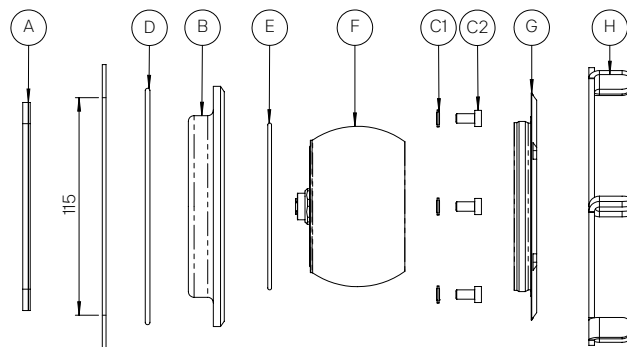

Figure 8
1. Questa variante si addice al meglio per il retrofit: eseguire un taglio nella lamiera di $\varnothing 115\text{mm}$ (fig. 8). Gli attrezzi necessari allo scopo possono essere noleggiati, se Rotoclear o un distributore certificato presente nel vostro paese offrono questo servizio. Passare la controflangia del supporto (A) attraverso il taglio e fissarla tramite il magnete in dotazione sul lato posteriore della parete. Allineare gli spigoli della controflangia con i bordi del taglio. Inserire con cura frontalmente la mascherina (B), facendo attenzione con la controflangia non cada. Fissarla in sede con le viti M5 con rondelle-Usit M5 (C1 e C2). Assicurarsi che la guarnizione (D) per la parete venga inserita correttamente. Inserire l'o-ring interno (E) e tirare cavo dati e tubo pneumatico attraverso la mascherina e collegare entrambi alla testina sferica (F). Inserire l'anello di serraggio (G) e stringerlo a mano, in modo tale da poter ancora orientare la testina. Con l'utensile fornito in dotazione (H) potete stringere l'anello di serraggio e fissare la testina definitivamente.
1. This installation variant is best suited for retrofits: Cut a hole measuring $\varnothing 115\text{mm}$ into the sheet metal wall (Figure 8). You can rent suitable tools for this purpose if Rotoclear or a certified distributor offers this service in your country. Insert the bracket counterpart (A) through the hole and fix it to the rear of the machine wall using the magnets provided as a mounting aid. Align the edges of the counterpart to the edge of the hole. Carefully fit the bracket (B) from the front, taking care that the counterpart does not fall down. Fix it in place using the M5 screws with attached M5 Usit rings (C1 and C2). Ensure that the seal (D) is inserted correctly towards the sheet metal wall. Insert the inner sealing ring (E) and pull the data cable and the purge air line through the bracket and connect both to the camera head with ball housing (F). Fit the clamping ring (G) and tighten it by hand such that you are still able to align
- Questa variante è indicata per l'installazione di prima fornitura: eseguire un foro tondo con diametro 98mm e 6 filetti M5 nella parete di lamiera (vedi fig. 8). I filetti possono essere eseguiti passanti, rivettati o tramite dadi saldati. Inserire la mascherina (B) nel foro ed avvitare come descritto al punto 1., utilizzando le viti predisposte, ed inserire la testina sferica.
- This installation variant is best suited for first-time installations: A round hole with a diameter of 98mm and six M5 threads will need to be created in the sheet metal wall (see Figure 8). The threads can be eyelets, with insert or weld nuts. Insert the bracket (B) into the hole and screw the bracket in place as described in 1. using the screws provided, and insert the camera head.